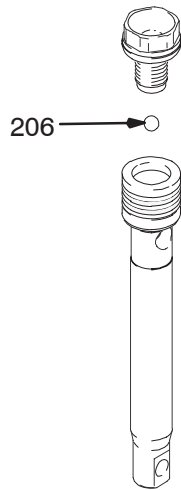

Fig. 10
Fig. 10. Monter la bille (206) dans la tige de piston. Si l'on enduit le filetage de la soupape de piston de Loctite®, attention à ne pas en mettre sur la bille.